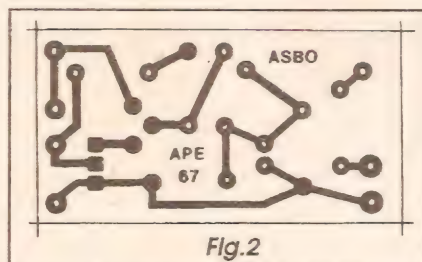

Fig. 2
- FIG. 2 - LAY OUT DO CIRCUITO IMPRESSO ESPECÍFICO - Para quem já confeccionou uma ou duas plaquinhas antes, a realização do impresso específico para a PIPOMAZ não deve apresentar a menor dificuldade, já que embora não muito pequena, a placa é absolutamente descomplicada e des congestionada. A partir do diagrama de ilhas e pistas, visto em escala 1:1 (tamanho natural) na figura,
- **FIG. 2 - LAYOUT DO CIRCUITO IMPRESSO ESPECÍFICO** - Como o circuito é muito modesto, em termos de quantidade e tamanho dos componentes, isso se reflete nas dimensões da própria plaquinha específica de impresso, também *maneiríssima* em suas dimensões, com um arranjo de ilhas e pistas cobreadas simples, sem *congestionamentos*... A figura traz o padrão cobreado em tamanho natural, facilitando a cópia direta, com carbono, e se- quente traçagem, corrosão, furação, etc., nas etapas já mais do que conhecidas de todo bom hobbysta... De qualquer maneira, tratando-se de uma aplicação com intenções profissionais e/ou industriais, recomenda-se ainda mais enfaticamente uma boa conferência ao final da confecção, para